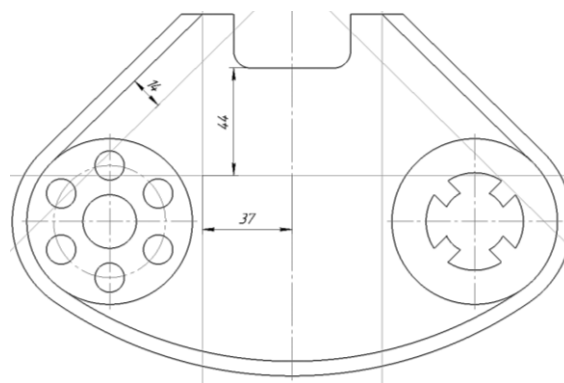

Рис. 71. Построение вспомогательных прямых
2.14.1 При помощи **параллельных прямых** задать расстояния 14 мм, 37 мм ( $74:2 = 37$  мм), 44 мм для построения среднего элемента детали (рис. 71).